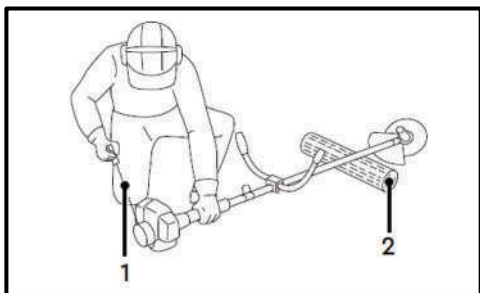

Рис. 40
- За можливості підкладіть під штангу опору (2), для того щоб не пошкодити захисний кожух і різуче приладдя, та утримуйте штангу мотококси рукою (Рис. 40).
- Витягніть шнур стартера за рукоятку шнура стартера (1) до моменту появи опору (Рис. 40).
- Смикніть за рукоятку шнура стартера (1) (Рис. 40). Повторюйте ці операції до тих пір, поки двигун не запуститься.